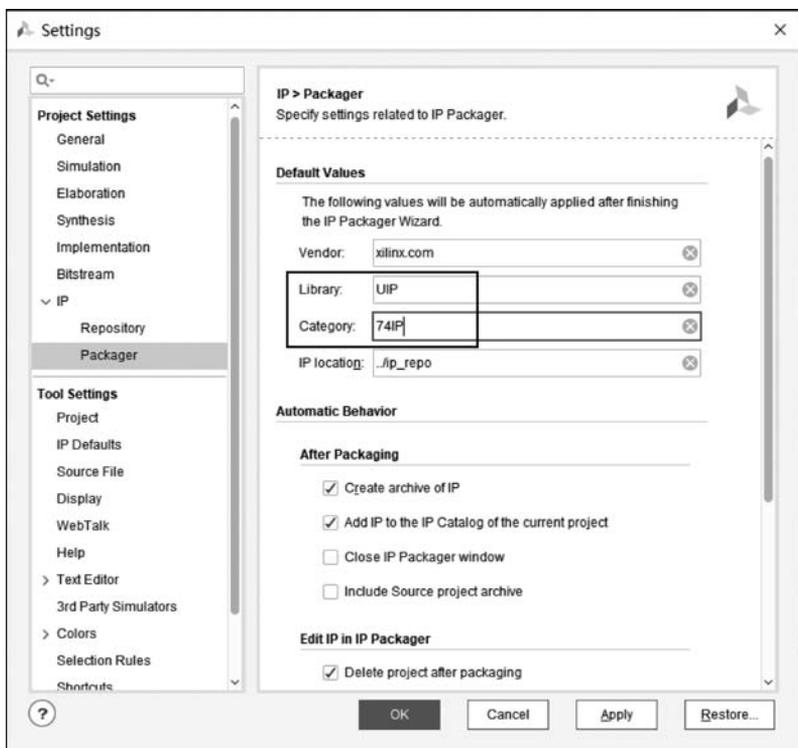

图 3.37 定制 IP 核属性
(1) 在 Flow Navigator 中选择 PROJECT MANAGER 下的 Settings 选项,弹出 Settings 对话框,如图 3.37 所示,在左侧选中 IP 下面的 Packager,在右侧的 Packager 标签页中定制 IP 核的库名和目录。